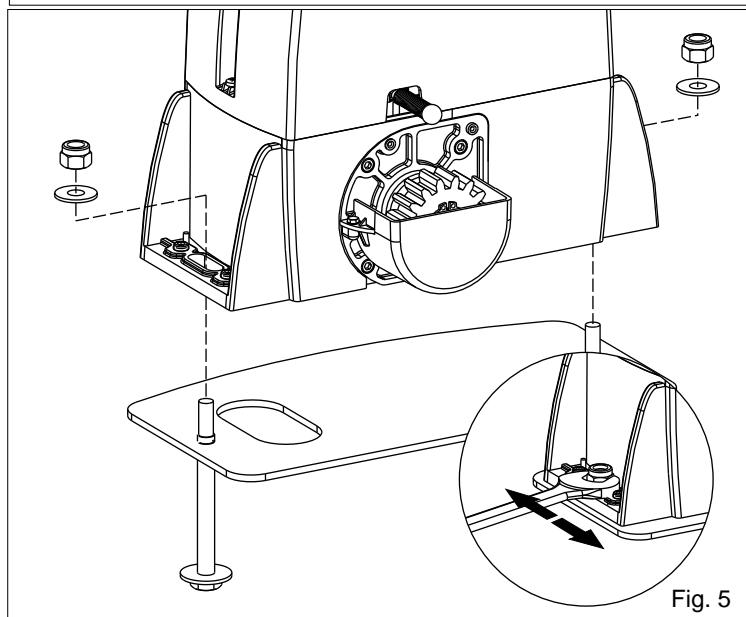

Fig. 5
**4.2.** Fissare il motoriduttore alla piastra di fondazione mediante i 2 dadi in dotazione regolandone la posizione laterale (Fig. 5) per il rispetto delle quote citate in (Fig. 2).